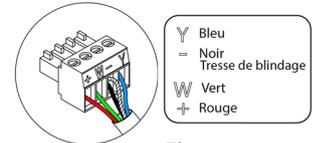

Fig. 17
^④ Pour la connexion du thermostat, vous disposez d'une borne à 4 broches. Fixez les câbles à l'aide des vis de la borne, en respectant le code couleur (Fig. 17).